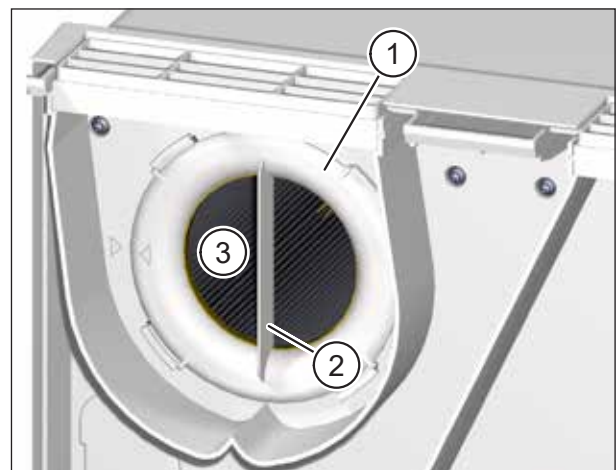

Abb. 16: Abluftfilter entfernen
- ▶ Drehen Sie den Filterring (Pos. 1 in Abb. 16) an der Griffleiste (Pos. 2 in Abb. 16) gegen den Uhrzeigersinn, bis sich der Filterring aus den Halterungen gelöst hat.
- ▶ Ziehen Sie den Filterring zusammen mit dem Abluftfilter (Pos. 3 in Abb. 16) aus dem Lüftungsgerät heraus.
- Kontrollieren Sie die Position des Filterrings. Die Griffleiste muss senkrecht stehen und der Pfeil auf dem Filterring muss mit dem Pfeil der Arretierposition fluchten (siehe Abb. 16 auf Seite 32).